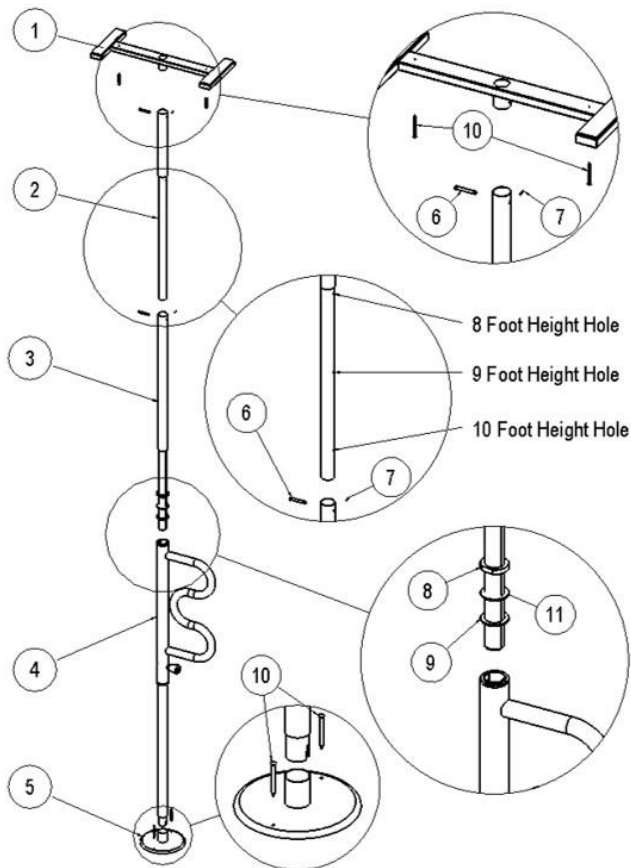
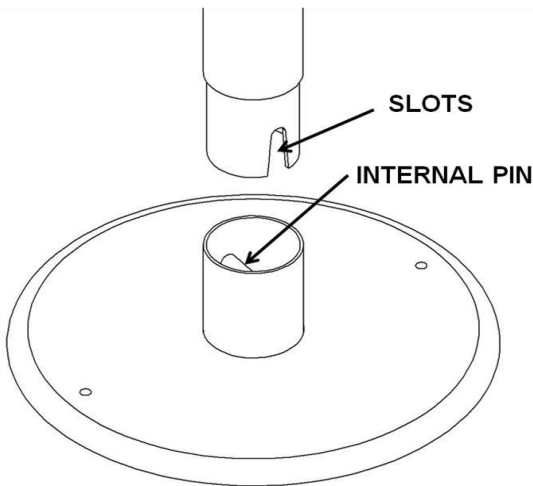

FIGURA 1
FIGURA 3
1. Saque todas las partes de la caja y colóquelas sobre una superficie plana como se muestra en la Figura 1.
4. El tubo de extensión (ARTÍCULO 2) tiene 3 juegos de orificios marcados como "Orificio de altura de 8 pies", "Orificio de altura de 9 pies" y "Orificio de altura de 10 pies" como se muestra en la Figura 1. Use el apropiado altura del agujero que corresponde a la altura del techo se instalará este producto.
5. Para un techo de 8 pies , alinee el orificio del tubo de extensión (ARTÍCULO-2) marcado como "Orificio de altura de 8 pies" (como se muestra en la Figura-1) a (ARTÍCULO-3) e inserte el pasador de horquilla y el pasador de chaveta como se hizo anteriormente en el paso 2.
6. Para un techo de 9 pies o 10 pies , alinee el tubo de extensión (ARTÍCULO-2) con el orificio marcado como "Orificio de altura de 9 pies" o "Orificio de 10 pies de altura" (como se muestra en la Figura-1) a (ARTÍCULO-3) e inserte el pasador de horquilla y el pasador de chaveta como se hizo anteriormente en el Paso 2.
7. Fije la placa base (ARTÍCULO-5) al tubo de la manija (ARTÍCULO-4), como se muestra en la Figura 1, alineando las ranuras en el tubo de la manija (ARTÍCULO-4) con el pasador interno en la placa base (ARTÍCULO-5) las ranuras se extienden a horcajadas sobre el pasador interno para evitar la rotación como se muestra en la Figura 3.
NOTA: Asegúrese de colocar la Arandela de plástico (ARTÍCULO 11) entre la tuerca de ajuste (ARTÍCULO 8) y la Arandela (ARTÍCULO 9) como se muestra en la Figura 1 antes de insertar el ARTÍCULO 3 en el ARTÍCULO 4.